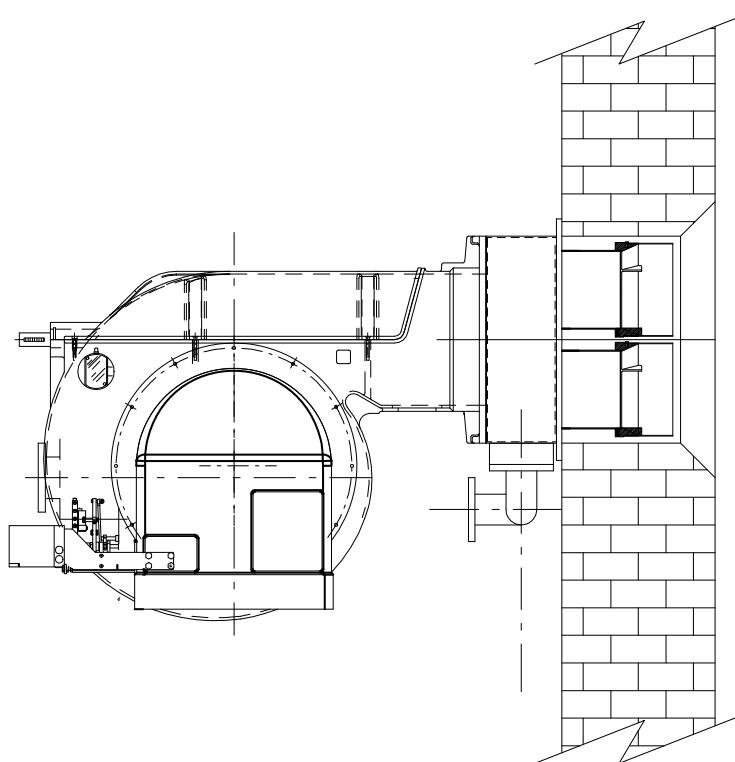

Рис. 3
4). закрепить ее с помощью гаек к крепежным винтам котла, согласно схеме на Рис. 3.